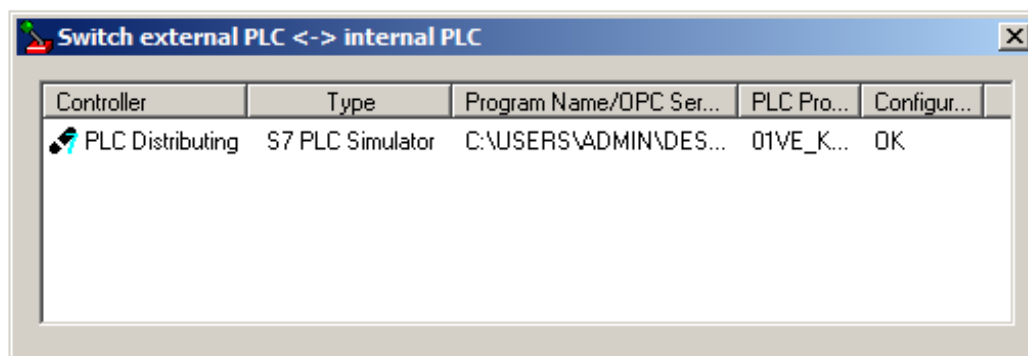

Рисунок 21 – Окно «Switch external PLC < – > internal PLC» для управления от встроенного контроллера
- в появившемся окне (рисунок 21) дважды щелкнуть левой кнопкой мыши по строчке PLC | S7 PLC Simulator – текст в окне изменится на PLC | OPC Server (рисунок 22). После выполненных изменений окно можно закрыть;
- 6 Для связи виртуальной модели с внешним оборудованием требуется перевести CIROS Mechatronics в режим управления от внешнего контроллера. В открывшемся окне (рисунок 21) двойным нажатием левой кнопки мыши по первой строке меняем тип (столбец Type) подключаемого устройства с S7 PLC Simulator на тип OPC Server;